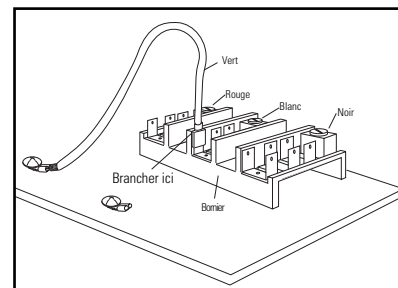

Fig. 16
- Branchez le cavalier vert à la borne ouverte sur la partie neutre (blanche) de la borne (Fig. 16).